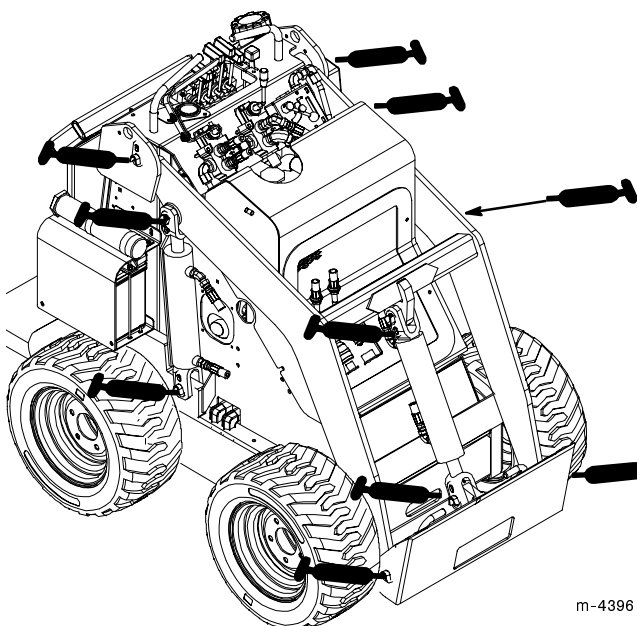

Figure 27
3. Appliquer un pistolet à graisse sur chaque graisseur (Fig. 27 et 28).